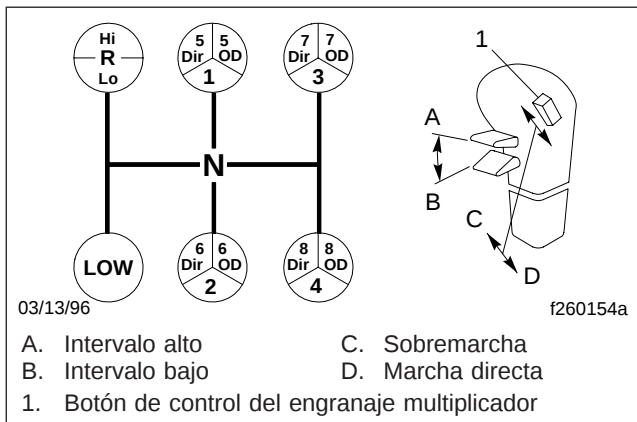

Figura 8.17, Patrón de cambios de las transmisiones Meritor de 13 marchas
Las transmisiones Meritor de 13 marchas tienen 13 marchas hacia adelante y dos hacia atrás. Cada transmisión consta de una sección delantera de 5 marchas, y una sección auxiliar de 3 marchas. La sección auxiliar contiene relaciones de los intervalos bajo y alto, más un engranaje multiplicador de sobre-marcha para el intervalo alto. Vea la Figura 8.17.
4. Al estar en 5ª directa, y listo para cambiar a la siguiente marcha más baja, empuje la palanca de selección de intervalo hacia abajo, al intervalo bajo. Haga pedalazo doble del embrague a través de neutro, y cambie a la 4ª marcha. Vea la Figura 8.17. Al pasar la palanca de cambios